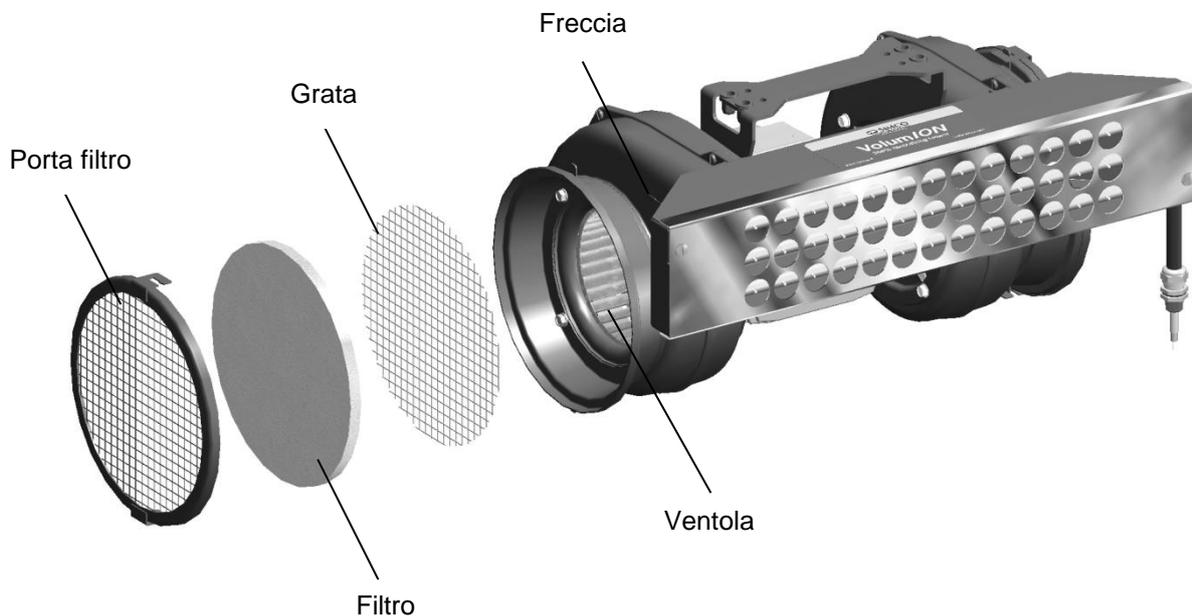

Figura 5: inserire i filtri aria VolumION
È necessario controllare la direzione di rotazione nell'alloggiamento della ventola. Questa è indicata da una freccia sul telaio della ventola. La direzione di rotazione può essere vista guardando attraverso la grata mentre la ventola sta girando. Se ci sono i filtri, rimuovere uno dei filtri per vedere la ventola. Vedi la figura 5
- Riposizionare la grata, il filtro e il porta filtro nel proprio alloggiamento (figura 5) se sono stati rimossi.